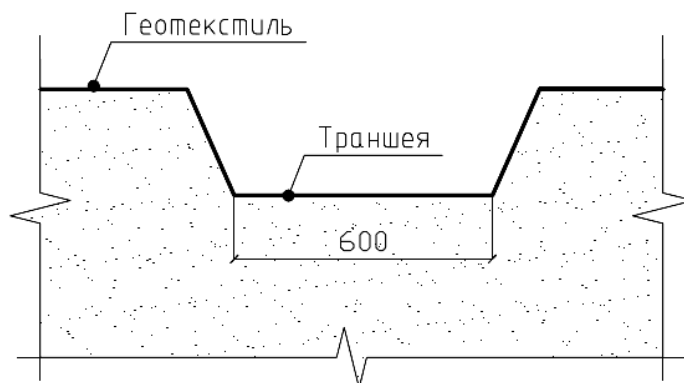

Рис.3.2. Траншея.
- 3.4 Устройство основания начинается с выемки грунта под траншею шириной по дну 600мм (Рис.3.2). Глубина траншеи определяется исходя из толщины основания.